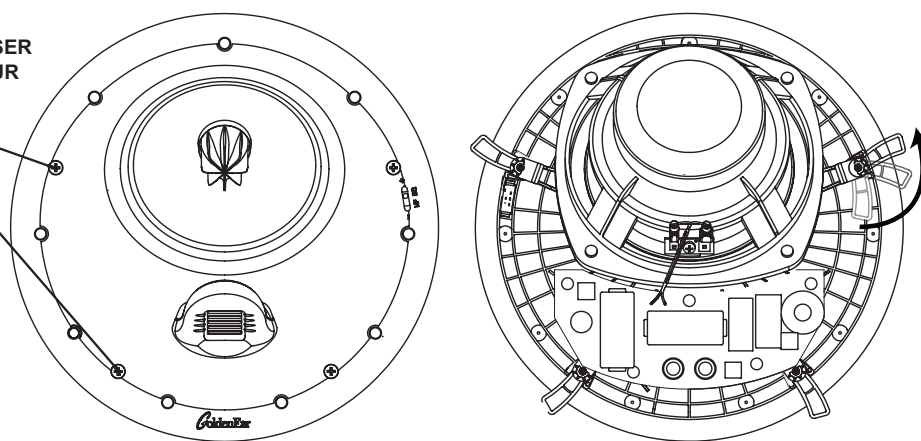

Figure 7
9. Tout en maintenant en place, serrer les quatre vis de pattes de blocage à l'aide d'un tournevis (Figure 7). Cela fait pivoter les pattes de blocage et bloque l'enceinte dans le mur ou plafond. **NE PAS TROP SERRER** les vis de pattes de blocage car cela peut endommager la plaque de plâtre. Si une visseuse ou perceuse électrique est utilisée, régler le couple à un maximum de 0,8 Nm (7 in-lb).
**PATTE DE BLOCAGE (4).